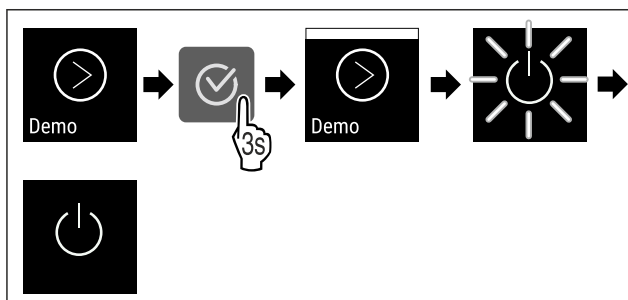

Fig. 100
- ▶ Vykonať kroky akcie (pozri Fig. 100) .